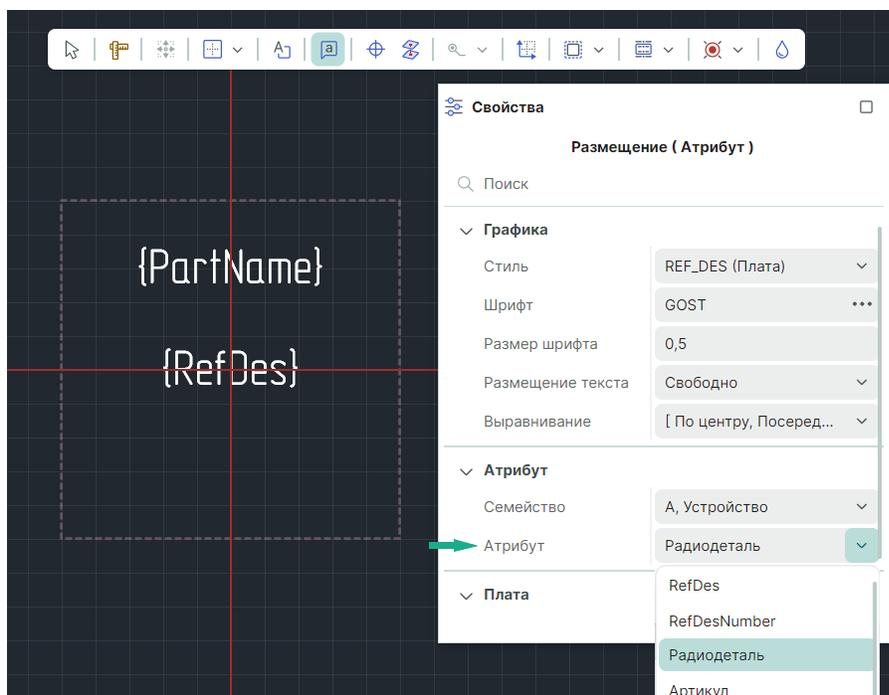

Рис. 117 Выбор атрибута семейства при размещении
3. Выберите необходимые параметры атрибута на панели «Свойства», см. Рис. 117.